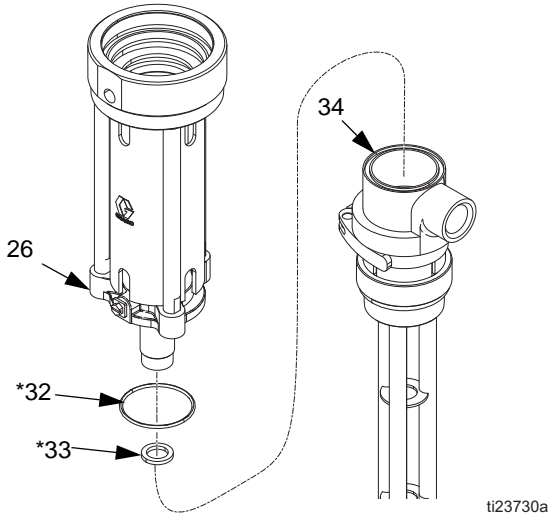

FIG. 23
- Desenrosque la brida de montaje (26) del cuerpo de la bomba (34). Retire la junta tórica (32*) y la junta de PTFE (33*) del cuerpo de la bomba (34). Inspeccione todas las piezas en busca de daños. Consulte FIG. 23.